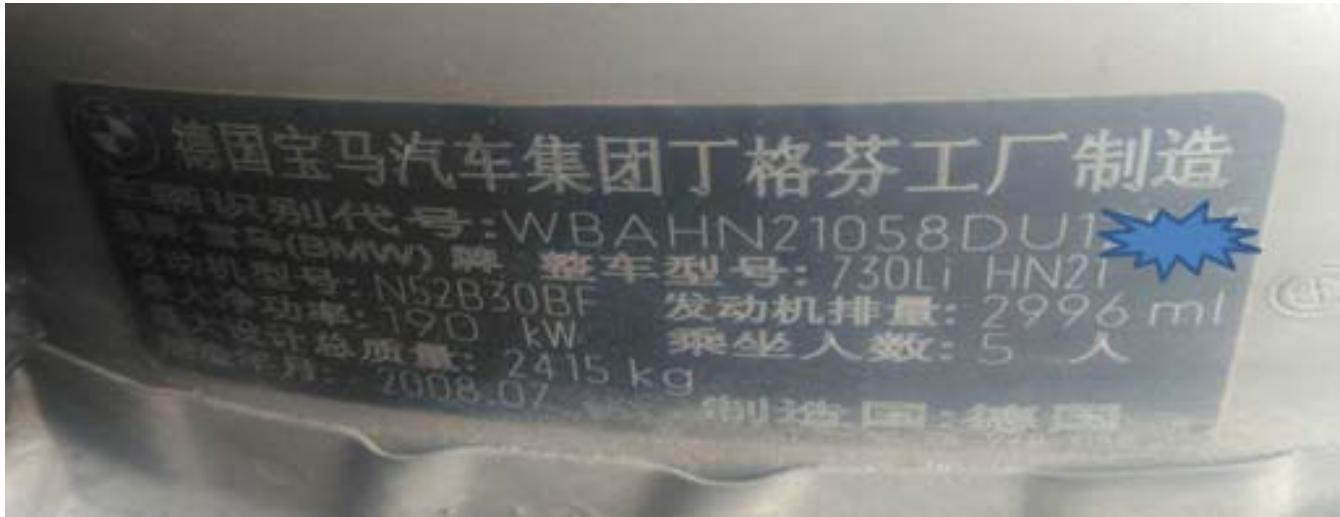

图 1
- 宝马 730Li, 2008 年款, VIN:WBAHN21058DU*****，如图 1;